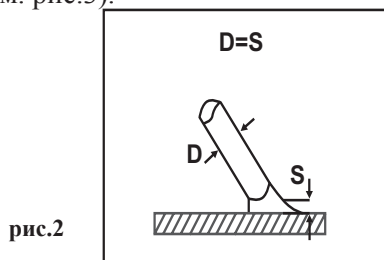
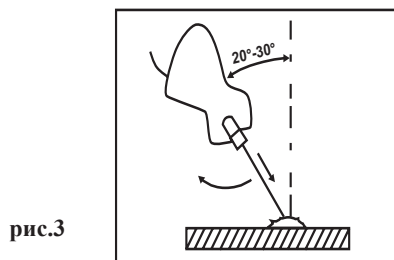

рис.2
рис.3
6.6 Как только произойдет зажигание дуги, электрод нужно держать на таком расстоянии S (см. рис.2) от обрабатываемого материала, которое соответствует диаметру электрода D (см. рис.2). Для получения равномерного шва далее необходимо соблюдать эту дистанцию по возможности постоянной. Также необходимо помнить, что наклон оси электрода должен быть примерно 20-30 градусов. (см. рис.3).